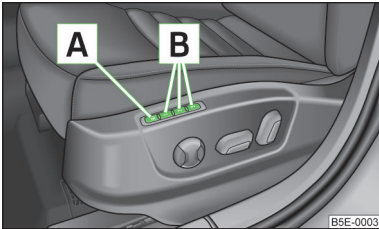

Abb. 52
Die Memory-Funktion für den Fahrersitz bietet die Möglichkeit, die Fahrersitz- und Außenspiegelposition zu speichern. Jeder der drei Speichertasten     » Abb. 52 kann eine Einstellposition zugeordnet werden.
- › Die Taste   » Abb. 52 drücken.
- › Die gewünschte Speichertaste  » Abb. 52 drücken.
- › **Kurz** die gewünschte Speichertaste  » Abb. 52 bei ausgeschalteter Zündung und geöffneter Fahrertür drücken.
- › Eine beliebige Speichertaste  » Abb. 52 auf Seite 73 drücken und gedrückt halten. Nachdem der Sitz die unter der betreffenden Taste gespeicherte Position eingenommen hat, gleichzeitig die Taste  auf dem Funkschlüssel innerhalb von 10 Sekunden drücken.
- › Die **SET**-Taste **A** » Abb. 52 auf Seite 73 drücken und gedrückt halten. Gleichzeitig die Taste **Ⓜ** auf dem Funkschlüssel innerhalb von 10 Sekunden drücken.